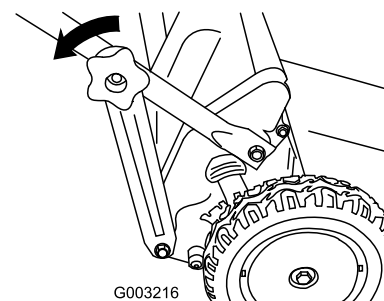

Figura 14
1. Retire los pomos del manillar inferior que sujetan los extremos del manillar inferior a los soportes del manillar (Figura 14).